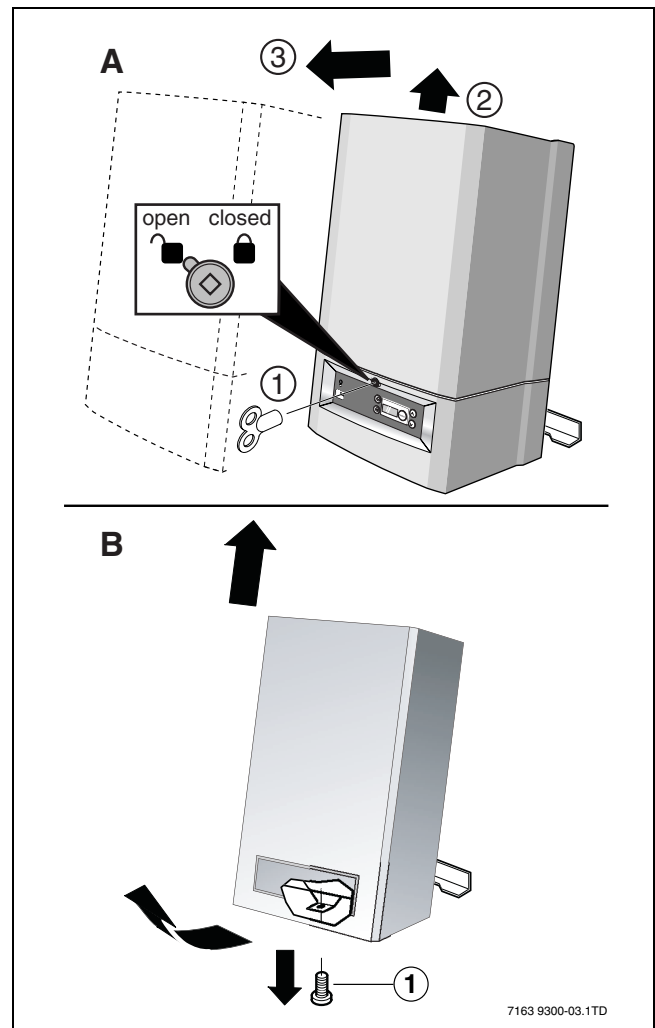

Fig. 3
- Sulla base della fig. 3 stabilire se il vostro apparecchio è di modello A o B.